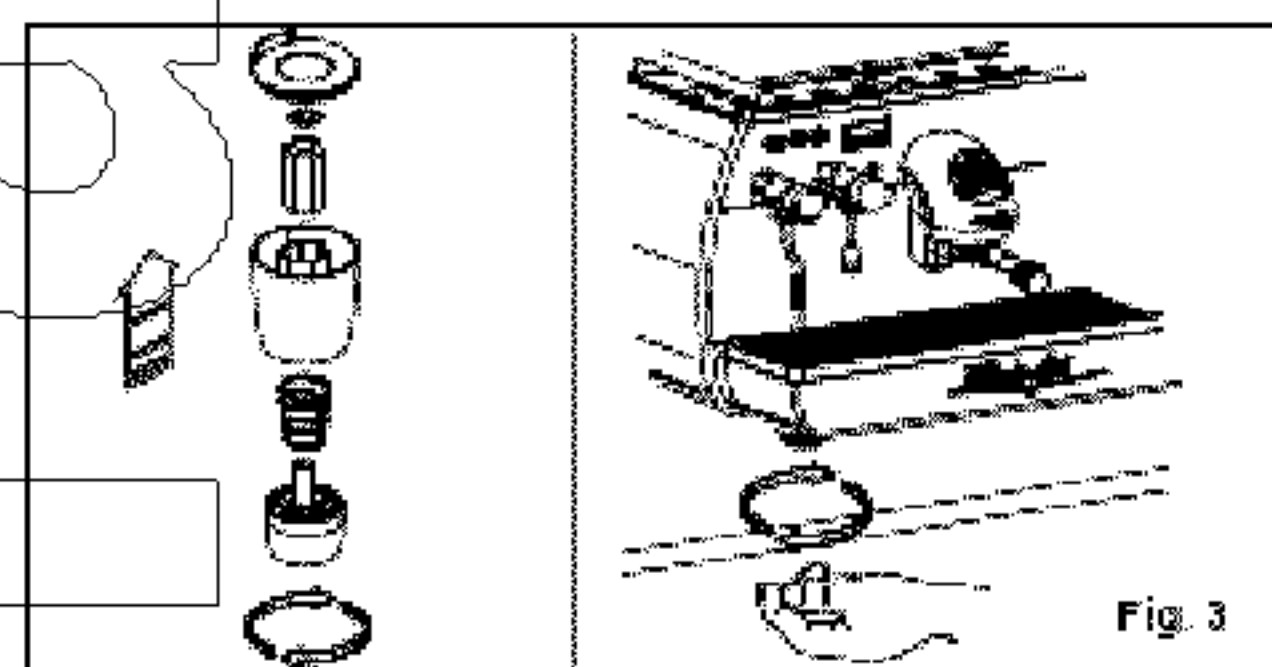

Рис.3
- соберите ножки, поддерживающие машину, вставляя вставку в цилиндрический корпус. (рис.3)
- прикрутите резиновую ножку в резьбу вставки, которая находится в корпусе (рис.3)